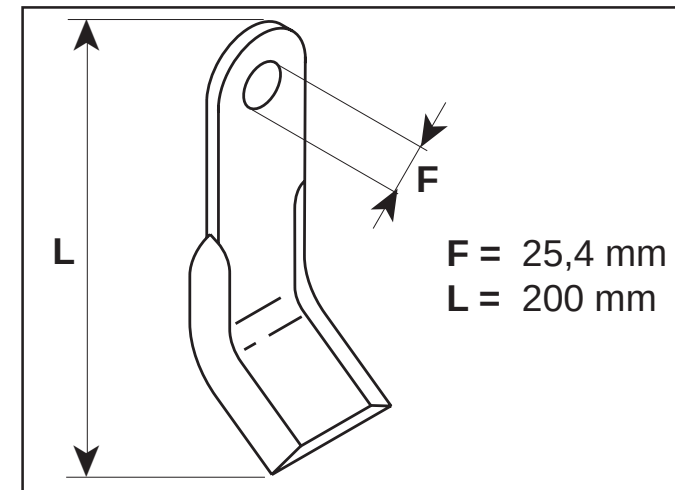

Fig. 15
- Il foro (F Fig. 15) del perno non deve essere ovalizzato oltre 2 mm dal diametro originale.
- La lunghezza (L Fig. 15) del coltello non deve essere ridotta oltre 200 mm.
- *The hole (F Fig. 15) of the pin must not become ovalized more than 2 mm in respect of its original diameter.*
- *The length of the blade (L Fig. 15) must not be reduced more than 200 mm.*
- Die Bolzenöffnung (F Abb. 15) darf um nicht mehr als 2 mm über ihren Originaldurchmesser abgeflacht werden.
- Die Länge des Messers (L Abb. 15) darf um nicht mehr als 200 mm gekürzt werden.
- *Le trou (F Fig. 15) du goujon ne doit pas présenter une ovalisation de plus de 2 mm par rapport au diamètre original.*
- *La longueur (L Fig. 15) de la lame ne doit pas être réduite de plus de 200 mm.*
- El agujero (F Fig. 15) del perno no tiene que ser ovalado más de 2 mm. del diámetro original.
- La longitud (L Fig. 15) de la cuchilla no tiene que reducirse más de 200 mm.